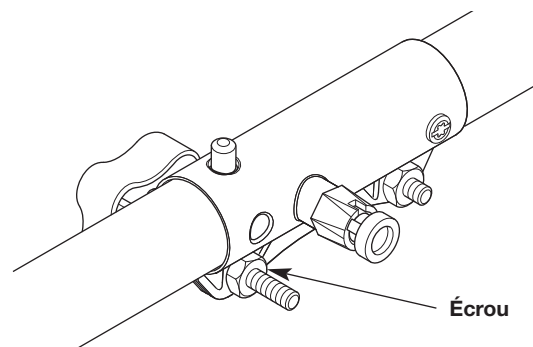

Fig. 4
**REMARQUE** : Ne pas serrer l'écrou (Fig. 4).